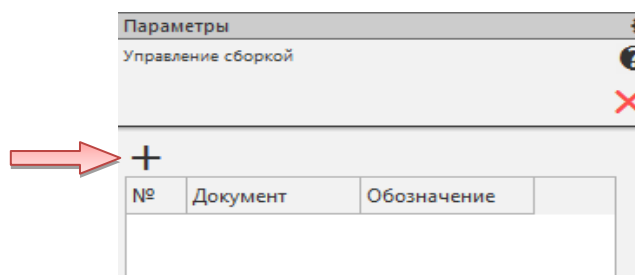

Рис. 3.4. Окно подключения документа
- В окне «Управление сборкой» нажмите кнопку «Подключить документ»  (рис. 3.4).